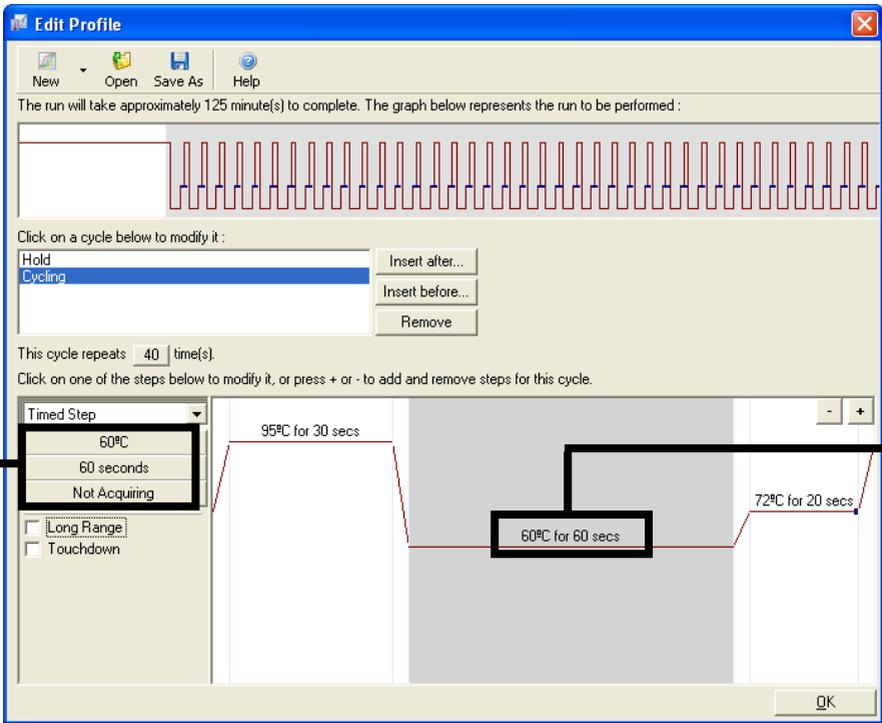

Figura 27. Paso de ciclado a 60 °C. 1 = paso dos: ajuste de temperatura y tiempo, 2 = Not Acquiring (No adquirir).
9. Seleccione el segundo paso y establezca el valor en 60°C for 60 secs (60 °C durante 60 s). Para activar la adquisición de datos durante este paso, haga clic en Not Acquiring (No adquirir) (figura 27).